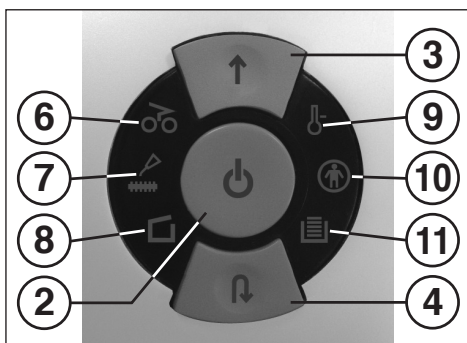

Fig. 1
- 2 = Pulsador funcional (Fig. 1)
- 3 = Pulsador de avance (Fig. 1)
- 4 = Pulsador de retroceso (Fig. 1)
- 6 = Indicador de control "Material atascado" (Fig. 1)
- 7 = Indicador de control "Engrasar mecanismo de corte" (Fig. 1)
- 8 = Indicador de control "Falta recipiente" (Fig. 1)